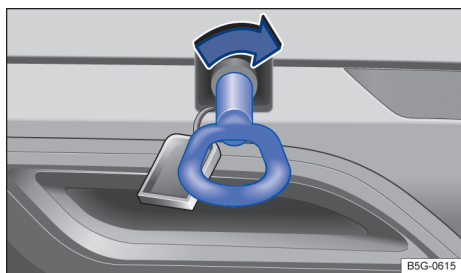

Fig. 186 No para-choque traseiro à direita: rosquear a argola de reboque.
- Rosquear a argola de reboque tão firme quanto possível **no sentido horário** no alojamento → Fig. 186, → ⚠️. Utilizar um objeto apropriado com o qual a argola de reboque possa ser rosqueada com firmeza no alojamento.